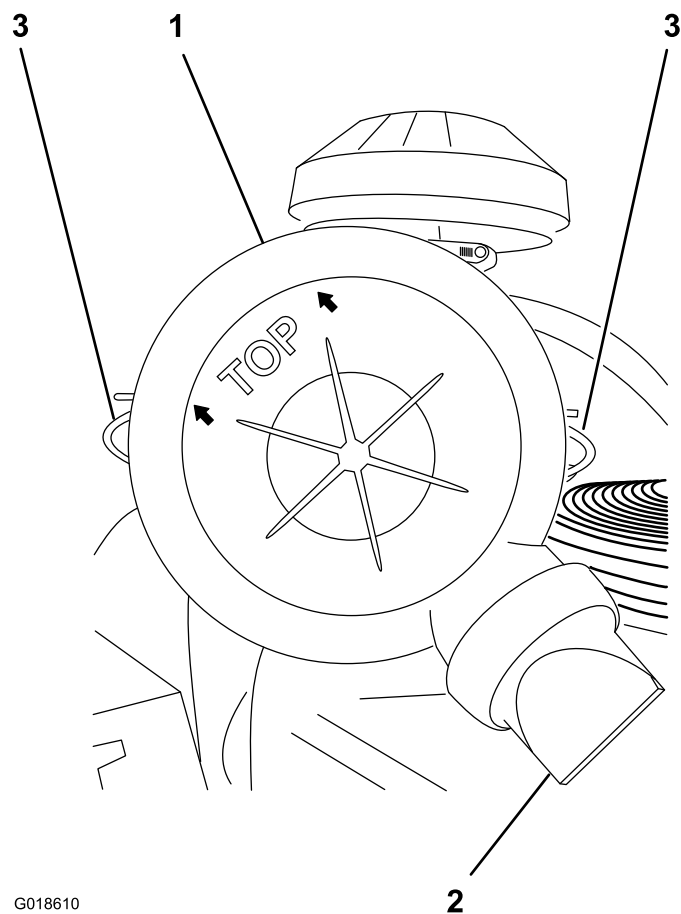

図 17
1. エアクリーナのカバーのブリーザバルブが時計の5時の位置にくるようにエアクリーナカバーを取り付ける 図 17。